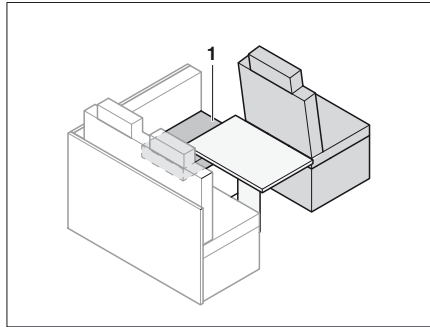

Bild 187 Före ombyggnaden
- Lägg sittdynan (Bild 187,1) åt sidan.